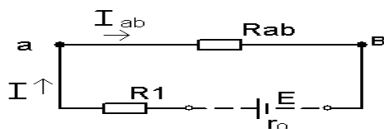

рис. 3
- 2.5. Эквивалентное сопротивление цепи относительно зажимов источника (рис. 3):
3. Определим ток всей цепи: (закон Ома для цепи, рис. 3).
4.1.  $I_1 = I_{ab} = I = 5\text{ А}$  (схема рис. 3);